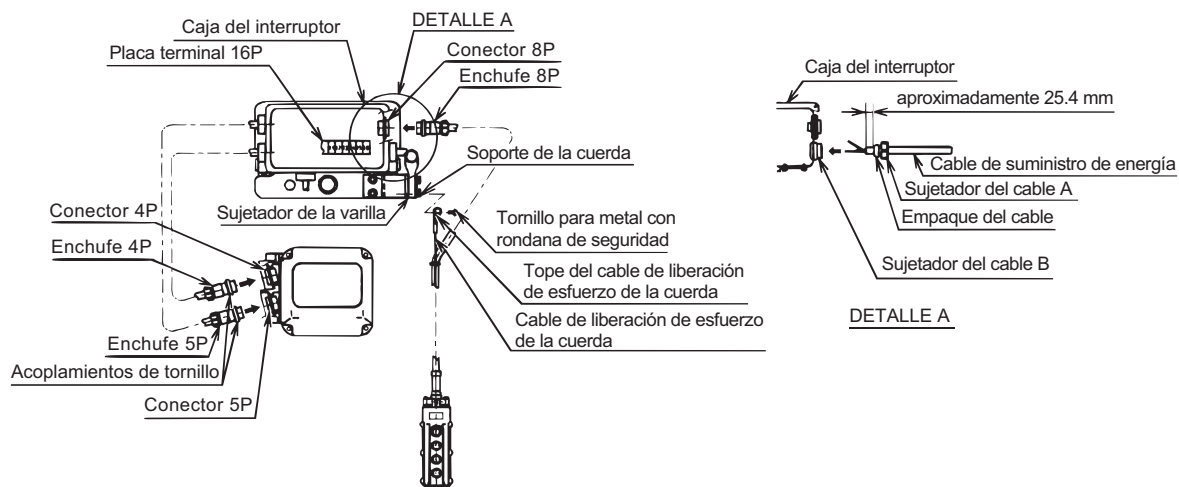

Figura 3-12 Conexión del cable de suministro de energía y del colgante – Código del producto ERM001H a ERM100L
- 1) Consulte la Figura 3-12 ó 3-13 dependiendo del código de producto del trole/polipasto.